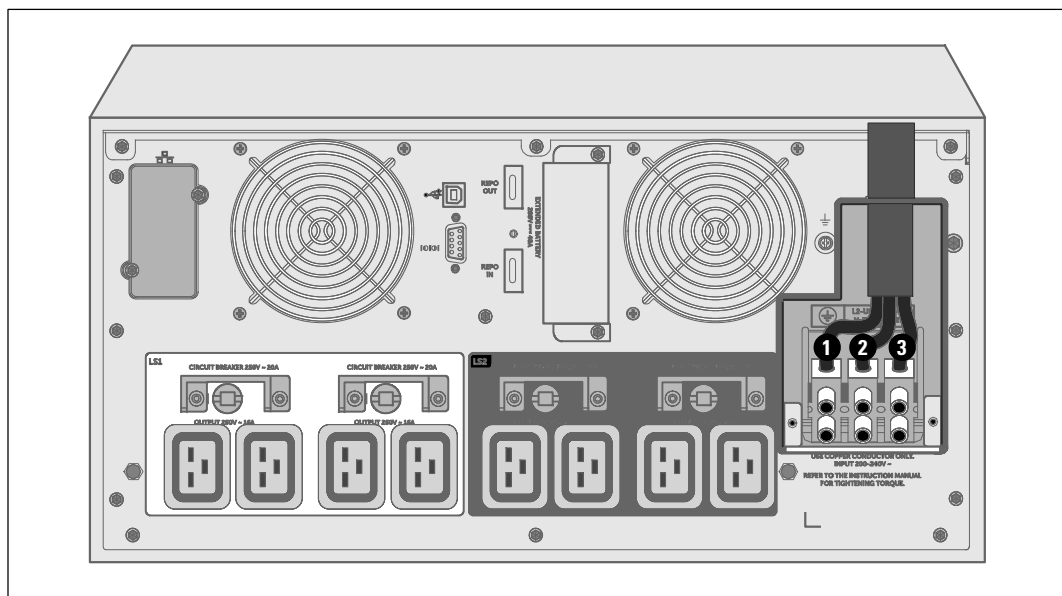

Figure 22. Connexion des câbles du bornier
- 6 Connectez les fils d'entrée et de masse au bornier d'entrée conformément à la Figure 22 et au Tableau 2.